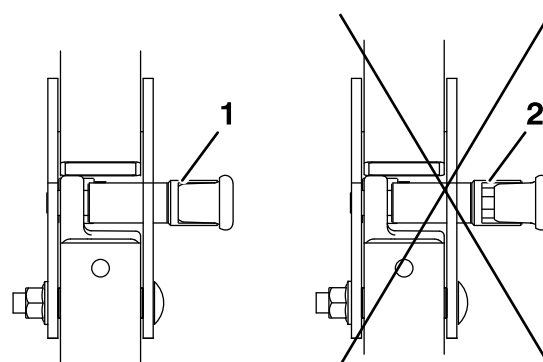

Figure 18
5. Les boutons doivent être complètement engagés quand l'arceau de sécurité est relevé. La partie supérieure de l'arceau de sécurité doit parfois être poussée en avant ou tirée en arrière pour engager complètement les deux boutons (voir Figure 18).